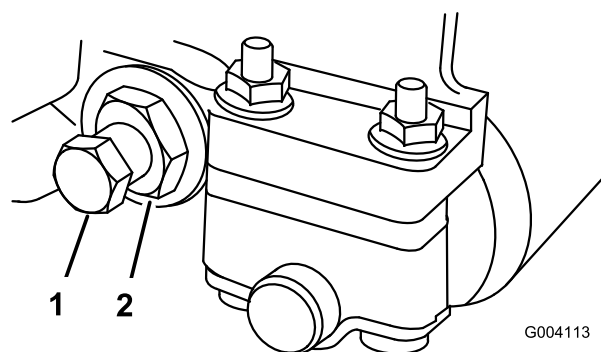

図 58
2. スプリング・テンション・ナットをゆるめて、ワッシャがベッドバーを全く押さないようにする (図 58)。
3. ベッドバー・ボルト (図 58) を固定しているジャムナット (機体両側) をゆるめる。